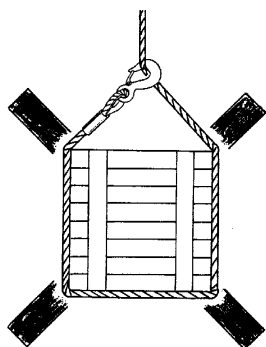

Abb. 5
- Das Seil darf nicht als Anschlagseil (Schlingenseil) verwendet werden (Abb. 5).